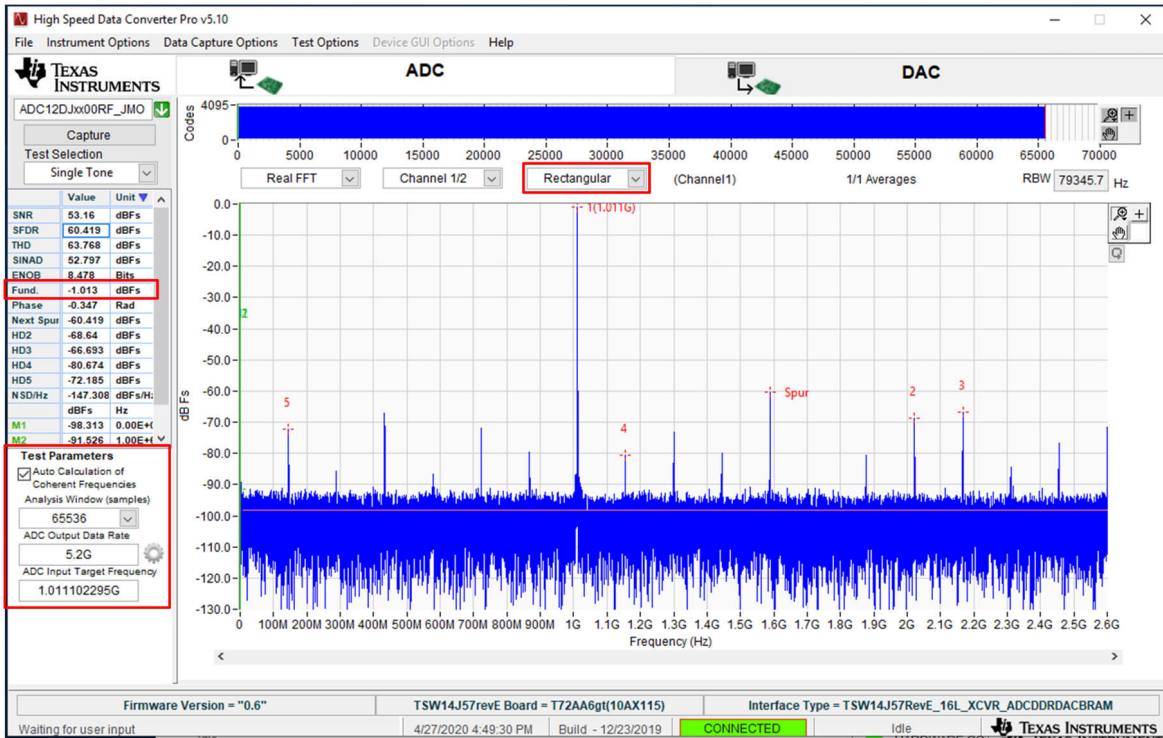

图 2-2. 使用相干采样的 ADC12DJ5200RF FFT 图示例
接下来，在 FFT 采集中选择“无窗口”或“矩形窗口”，输入 ADC 采样率，并且在数据采集程序或图形用户界面 (GUI) 中设置 FFT 点数。确保数据采集板硬件能够处理所设 FFT 点数。然后，确定并且计算确切的模拟输入频率，在信号发生器中输入该频率；也可以在数据采集软件中输入该频率。图 2-2 展示了一个利用德州仪器(TI) ADC12DJ5200RF 进行有效相干采样的 FFT 数据采集的示例。